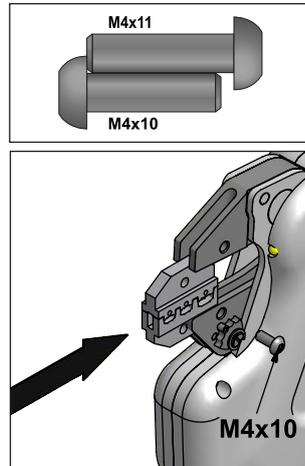

Bild 5
8.1.1 Crimpeinsätze ohne weitere Positionierhilfen montieren z.B für isolierte und unisolierte Kabelverbinder, Aderendhülsen, Stoßverbinder, Koax-Verbinder, Westernstecker usw. (Bild 5, 6)
2. Den geschlossenen Crimpeinsatz, wie im Bild 5 dargestellt, soweit in die Gesenkaufnahme einschieben, bis die untere Matrize locker mit der Schraube M4x10 angeschraubt werden kann.
2. Den geschlossenen Crimpeinsatz, wie im Bild 5 dargestellt, soweit in die Gesenkaufnahme einschieben, bis die untere Matrize mit der Schraube M4x16 locker angeschraubt werden kann.